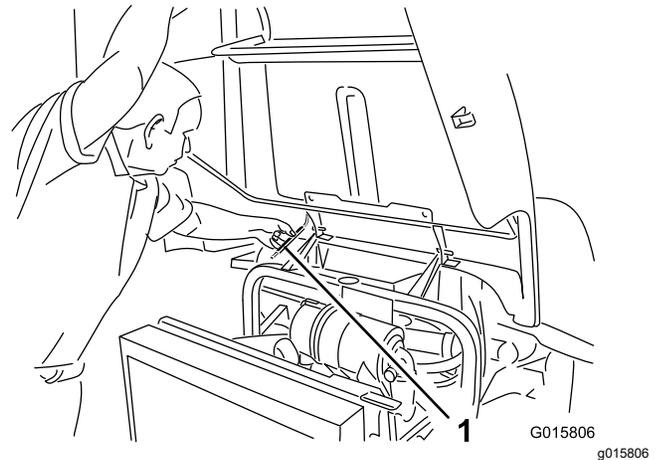

Figure 27
2. Soulevez le capot jusqu'à ce que vous puissiez placer la béquille derrière le tube du cadre (Figure 27).